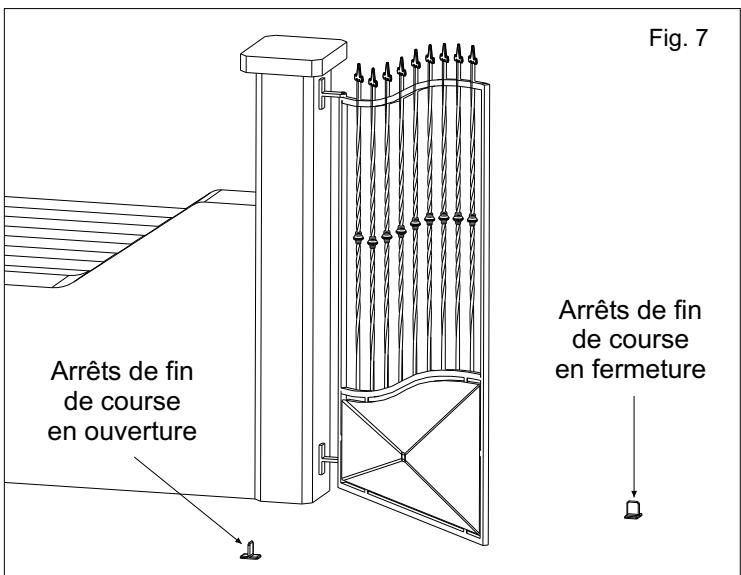

Fig. 7
- B. Le poids de chaque vantail ne dépasse pas 400 kg (Jack 400), 800 kg (Jack 800), 1200 kg (Jack 1200) voir graphique (A);
- E. Dès qu'il n'y a pas des fins de course dans l'actuateur, il faut installer des arrêts mécaniques de fin de course sur le sol en fermeture et en ouverture (Fig.7).